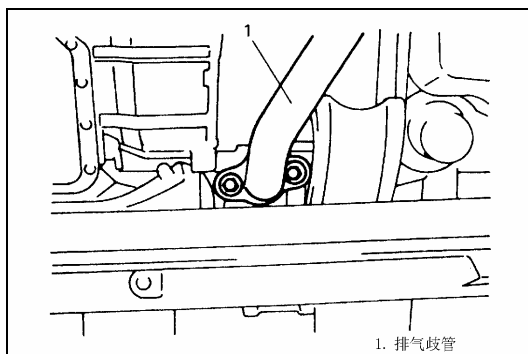

Рис. 4-27.
- 5). Отсоединить разъем между глушителем и корпусом выпускного коллектора, Рис. 4-27.